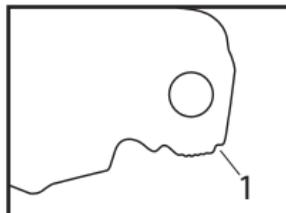
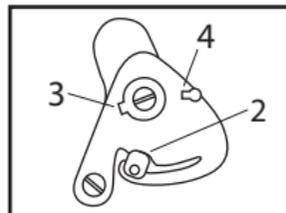
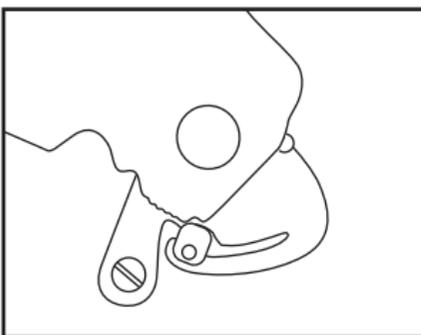

Fig.2
Fig.3
Fig.4
Haga coincidir el punto 1 (Fig.2) con el punto 2 (Fig.3) en posición abierto (Fig.4). Presione e inserte el saliente del punto 3
(Fig.3). Baje la pantalla y se insertará el punto 4 (Fig.3). Haga lo mismo en el lado opuesto.
Match the item 1 of the visor in open position [Fig.2] with the item 2 [Fig.3] of the mechanism as shown in [Fig.4]. Apply light pressure and insert the catch pin of item 3 [Fig.3]. Close the visor and the item 4 will engage [Fig.3]. Repeat these steps on the opposite side of the visor.
Faites coïncider le point 1 de la visière en position ouverte [Fig.2] avec le point
2 [Fig.3] du mécanisme de fixation selon l'illustration [Fig.4]. Exercez un légère pression et insérez la cheville du point 3 [Fig.3]. Appliquez un mouvement de fermeture et la visière se met en place au point 4 [Fig 3]. Procéder de la même manière de l'autre côté.